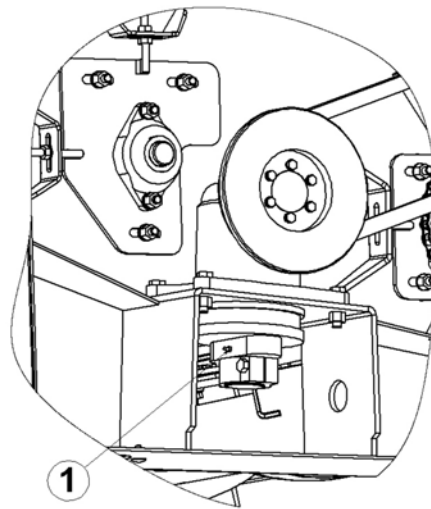

Abb. 3
Die Schmierung des Lagers des Messerkopfes erfolgt alle 50 Arbeitsstunden mit Hilfe vom Schmiernippel (1) (Abb.3) – 2 Einspritzen